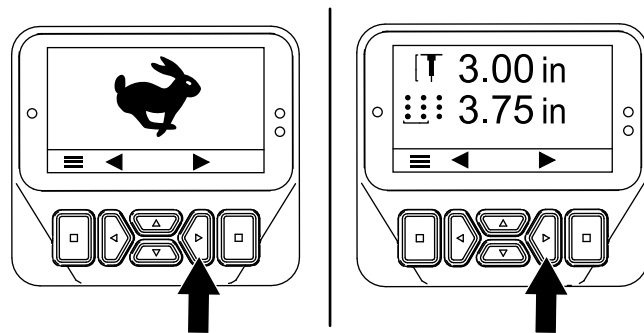
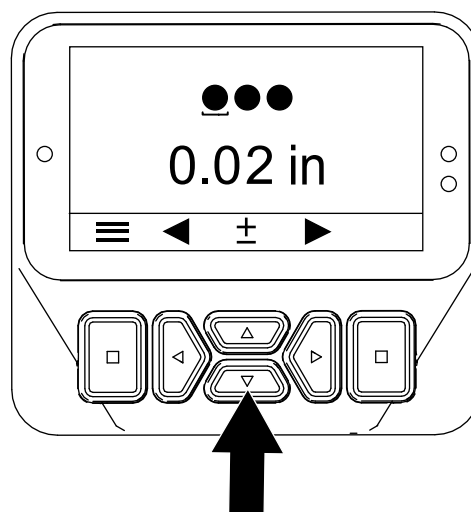

图 55
图 56
3. 按右侧按钮直至“设置打孔针直径”屏幕显示 图 55 和 图 56。
4. 按照如下方式使用上下按钮 图 56 调节打孔针直径